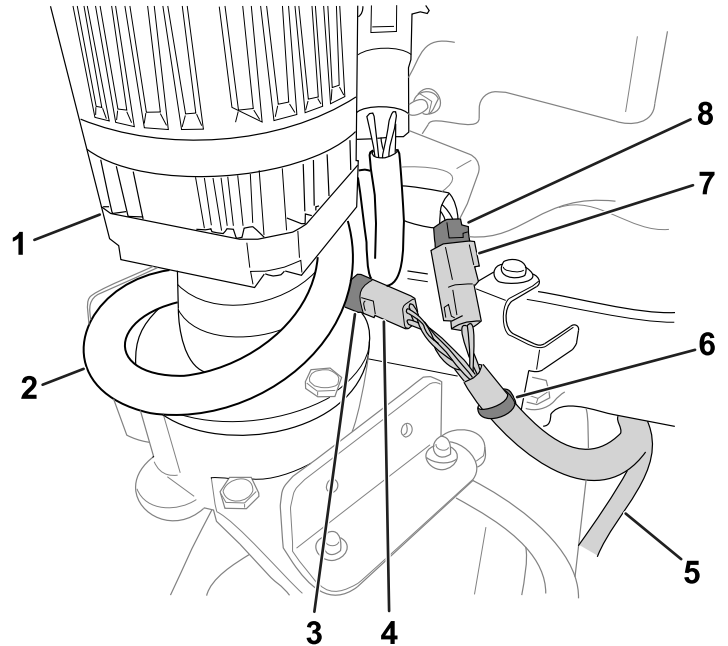

Bild 6
4. Verlegen Sie die verbleibenden Steckerverbinder des Kitkabelbaums zum Lenkmotor (Bild 6).
5. Verbinden Sie die Druckbefestigung am Kitkabelbaum mit der Halterung, wie in Bild 6 dargestellt.
6. Verbinden Sie die Steckverbinder des Kitkabelbaums mit den Steckverbindern des Maschinenkabelbaums (Bild 6):
8. Wickeln Sie die verbleibende Länge des Maschinenkabelbaums um den Lenkmotor, wie in Bild 6 dargestellt.